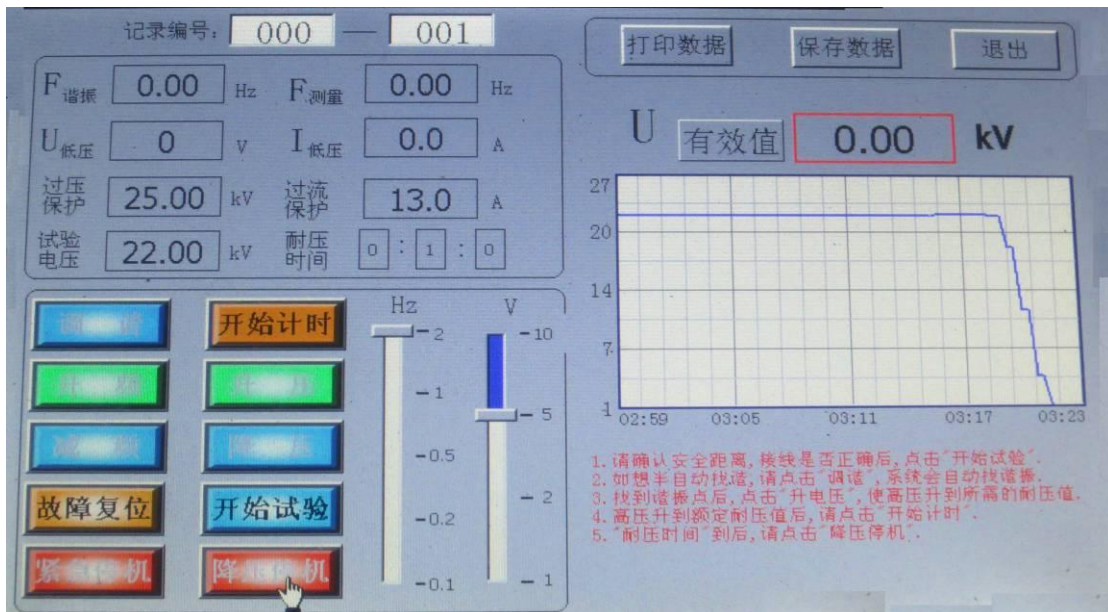

图12
- **手动试验：**当“试验参数”设置完时，点击“手动试验”，进入“手动试验”界面，显示界面如图12所示。